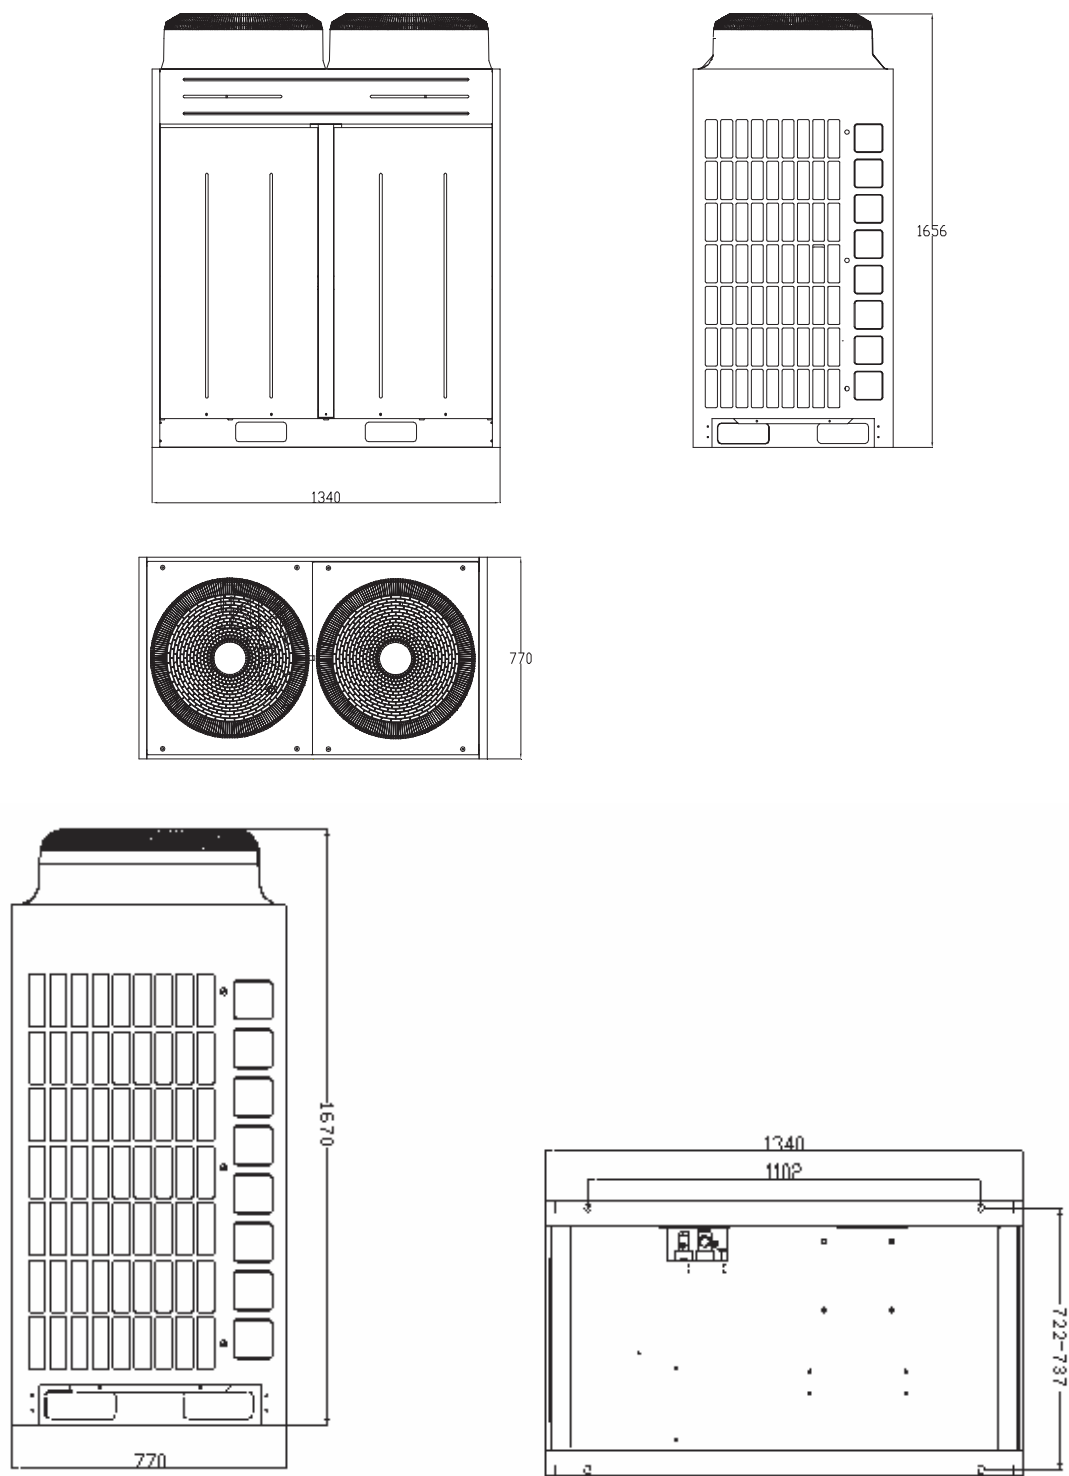

Рис. 9.2
9.1.2 Габаритные и установочные размеры наружных блоков моделей GMV-Pdm335W/Na-M, GMV-Pdm400W/Na-M, GMV-Pdm450W/Na-M, GMV-Pdm504W/Na-M (рис. 9.2).